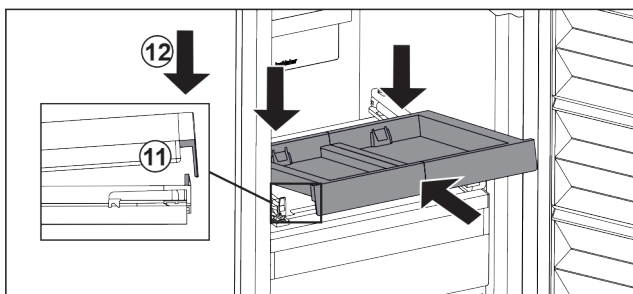

Fig. 104
- ▶ Skub skråt ind. Vær opmærksom på, at anslaget sidder er bag lasken. Fig. 104 (11)
- ▶ Sæt udtrækshylden ned foran. Fig. 104 (12)